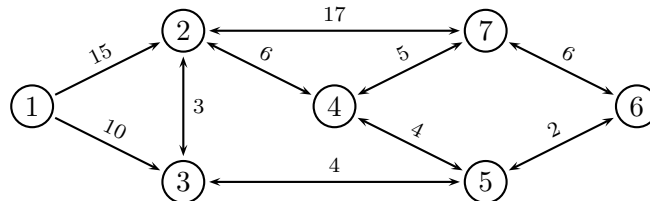

Figura 2.6: Grafo del Ejemplo 2
**Ejemplo 2** *Determine la distancia mínima desde el nodo 1 a cada nodo de la malla (Figura 2.6).*